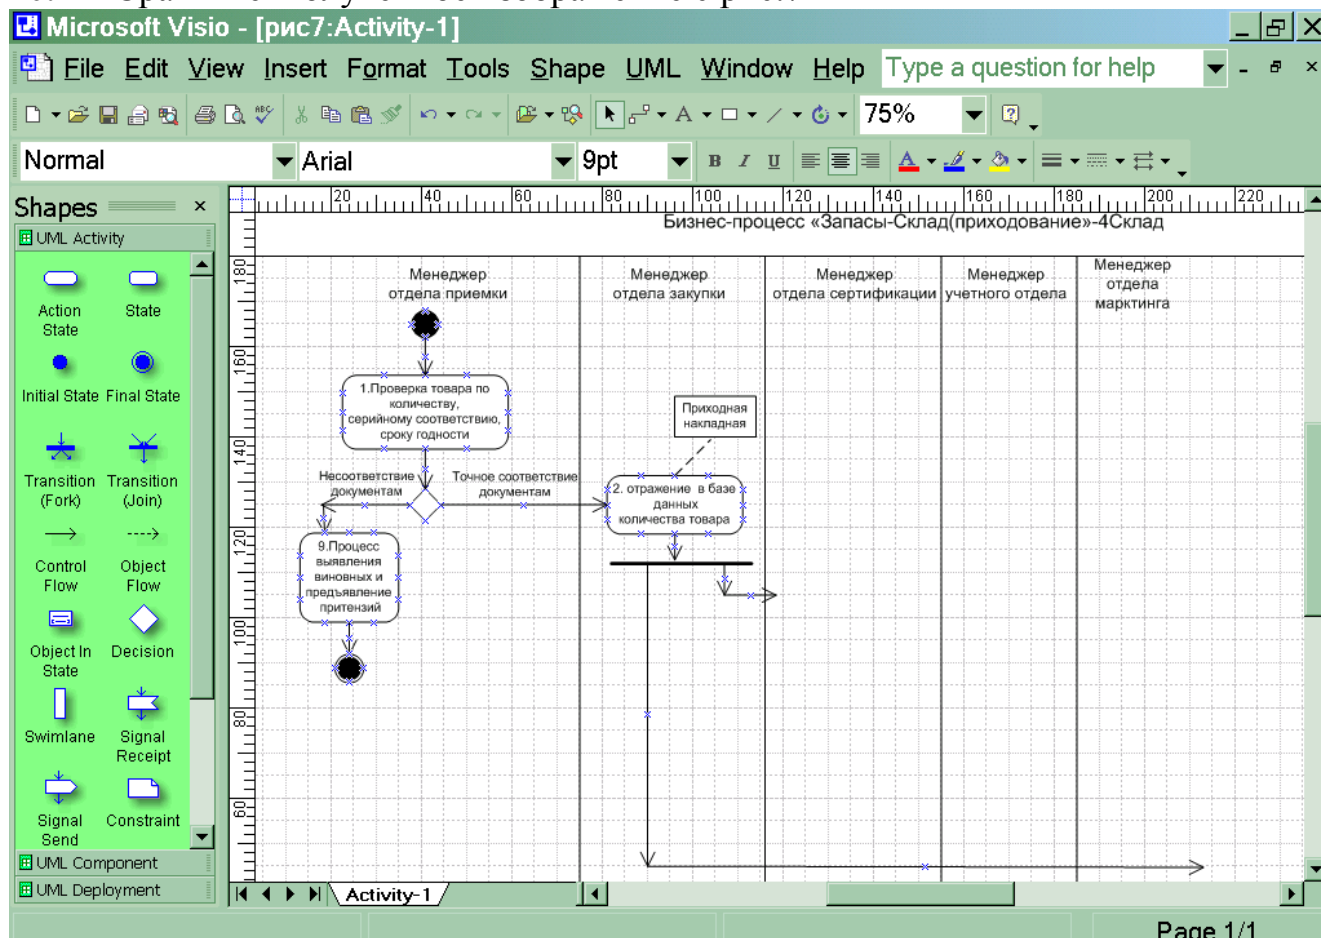

Рис.7 Диаграмма действий менеджера отдела приемки и менеджера отдела закупок
20. Сравните полученное изображение с рис.7
26. Соедините операцию №2 с операцией №8, используя ранее подготовленную стрелку (Рис. 7).